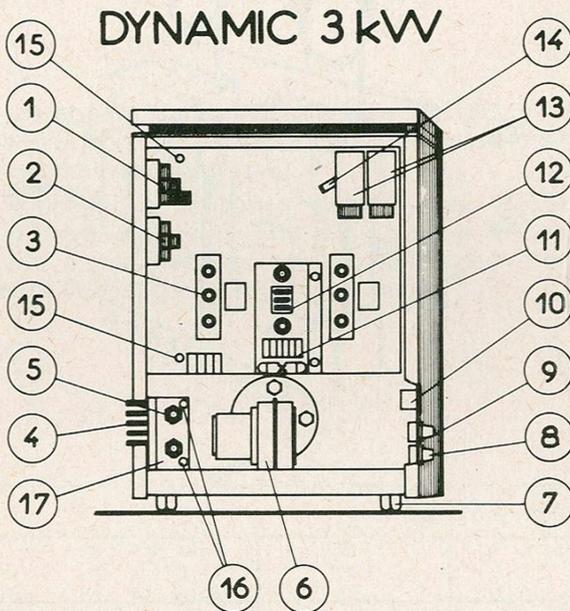

FIG 2
- Engager la bride du moteur et la positionner par rapport aux trois vis de fixation (moteur vers la gauche (rep. 6 - fig. 2 et 3, page 27).
- Dévisser les deux vis de fixation du tableau électrique (fig. 2 et 3 - rep. 15, page 27).
- Remettre les 2 vis rep. 15 (voir ci-dessus fig. 2 et 3).
- Dévisser les 2 vis cruciformes (rep. 16 - fig. 2 et 3, page 27) placées à droite des 2 sorties de la résistance additionnelle.
- Récupérer la plaque support (rep. 17 - fig 2 et 3, page 27), car elle n'est jamais livrée avec la résistance de rechange.
- Remettre l'ensemble dans le logement en respectant la position de la plaque (fig. 2 et 3, page 27).
- Revisser les 2 vis (rep. 16 - fig. 2 et 3), ainsi que les 2 fils d'alimentation aux bornes de la résistance.